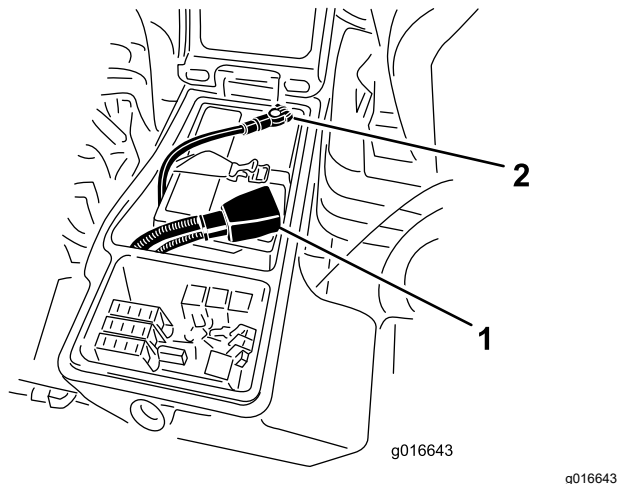

Рисунок 123
1. Подсоедините положительный кабель аккумулятора (красный) к положительному (+) полюсному штырю аккумулятора (Рисунок 123).